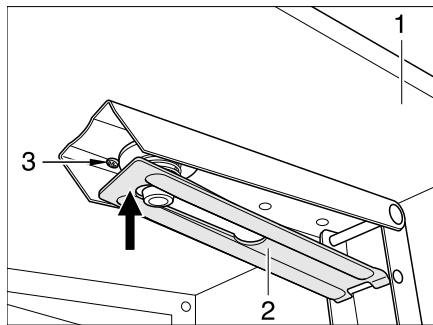

Bild 68 Stütze Sitzbankverlängerung
- Die Sitzbankverlängerung (Bild 68,1) nach oben klappen. Die Stütze (Bild 68,2) rastet selbsttätig ein.
- Die Stütze (Bild 68,2) gegen den Widerstand der Spiralfeder (Bild 68,3) in Pfeilrichtung nach oben drücken. Die Sitzbankverlängerung ist entriegelt.